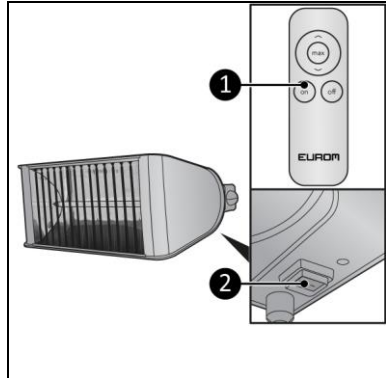

Abbildung 11
1. Drücken Sie den EIN/AUS-Schalter (Abbildung 11, Pos. 2).
3. Drücken Sie den EIN-Schalter auf der Fernbedienung (Abbildung 11, Pos. 1).